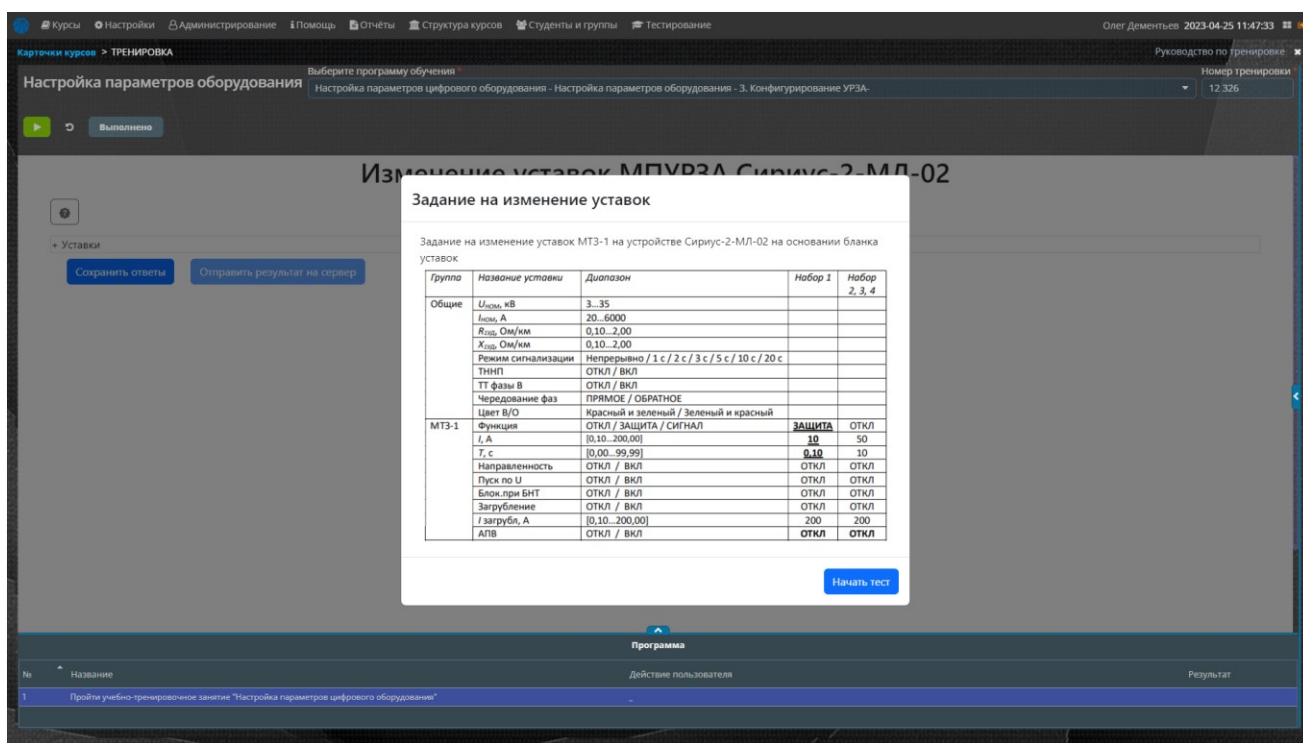

Рисунок 47 – Экранная форма 1 – Конфигурирование терминала защиты и автоматики присоединений 3–35 кВ Сириус-2-МЛ-02
- Рисунок 47 – Экранная форма 1 – Конфигурирование терминала защиты и автоматики присоединений 3–35 кВ Сириус-2-МЛ-02;